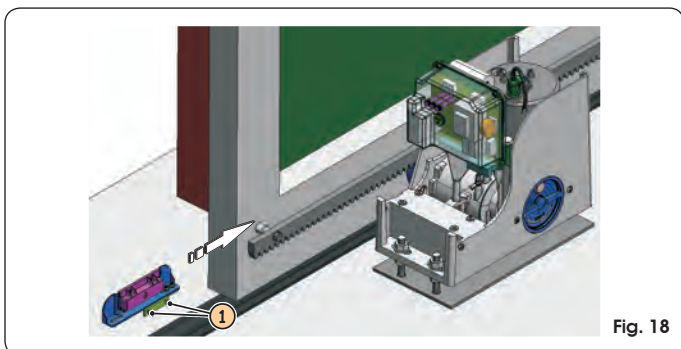

Fig. 18
- ③ Amener manuellement le portail en position d'ouverture en laissant 4 cm à partir de l'arrêt mécanique de fin de course.
- ④ Faire coulisser sur la crémaillère l'aimant avec le cadenas ouvert dans la direction d'ouverture, voir figure 18. Dès que la LED relative au fin de course d'ouverture présente sur la platine s'éteint, faire avancer l'aimant de 10 mm supplémentaires et le fixer avec les vis spécifiques (Fig. 18 réf ①).
- ⑤ Procéder de la même manière pour l'aimant de fermeture.
- ⑥ Amener le portail environ à la moitié de sa course et bloquer de nouveau le système (voir paragraphe 9).